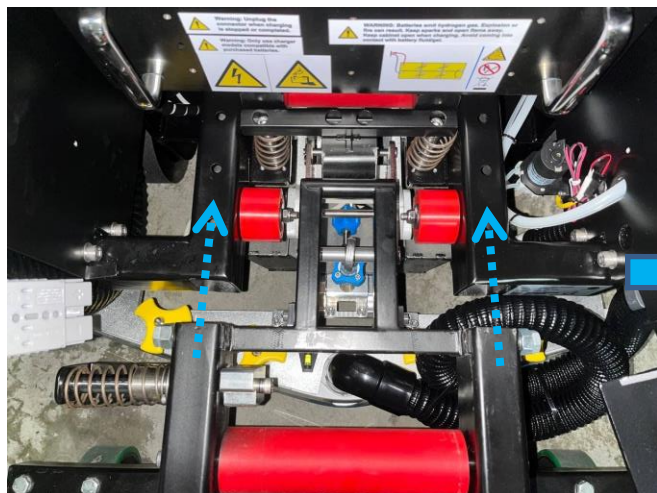

Fig. 2
2. Alignez le chariot de batterie sur le loquet du châssis (Fig 2). Assurez-vous que les côtés sont correctement alignés.